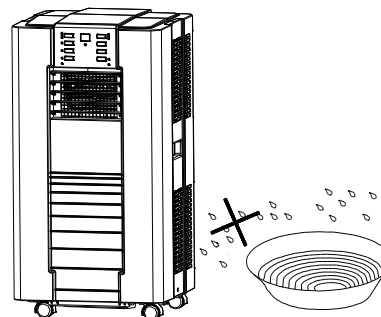

FIG.3
- BENUTZEN SIE DIE ANLAGE NICHT IN FEUCHTEN RÄUMEN (FIG 3)